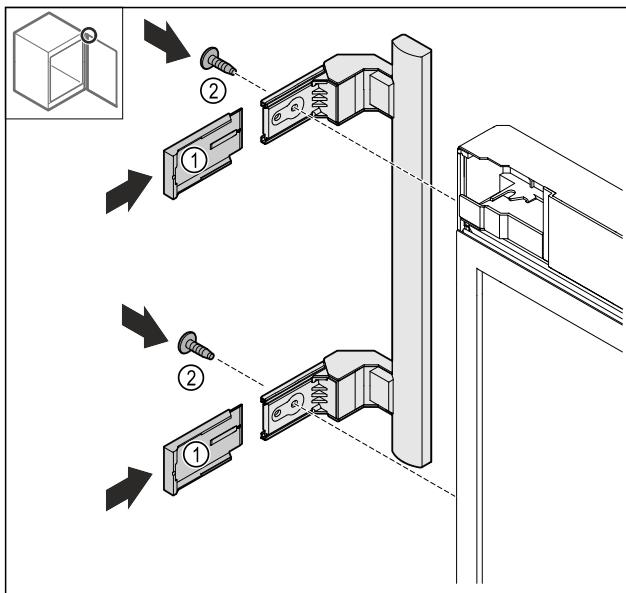

Fig. 25
- ▶ Nasuňte krytu Fig. 25 (1).